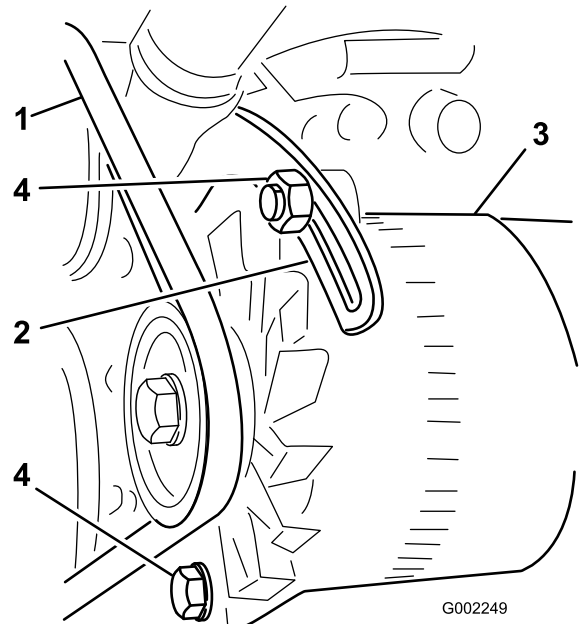

Figura 140
3. Afloje el perno del punto de pivote del alternador; afloje el perno que fija el alternador al tirante ranurado (Figura 140).